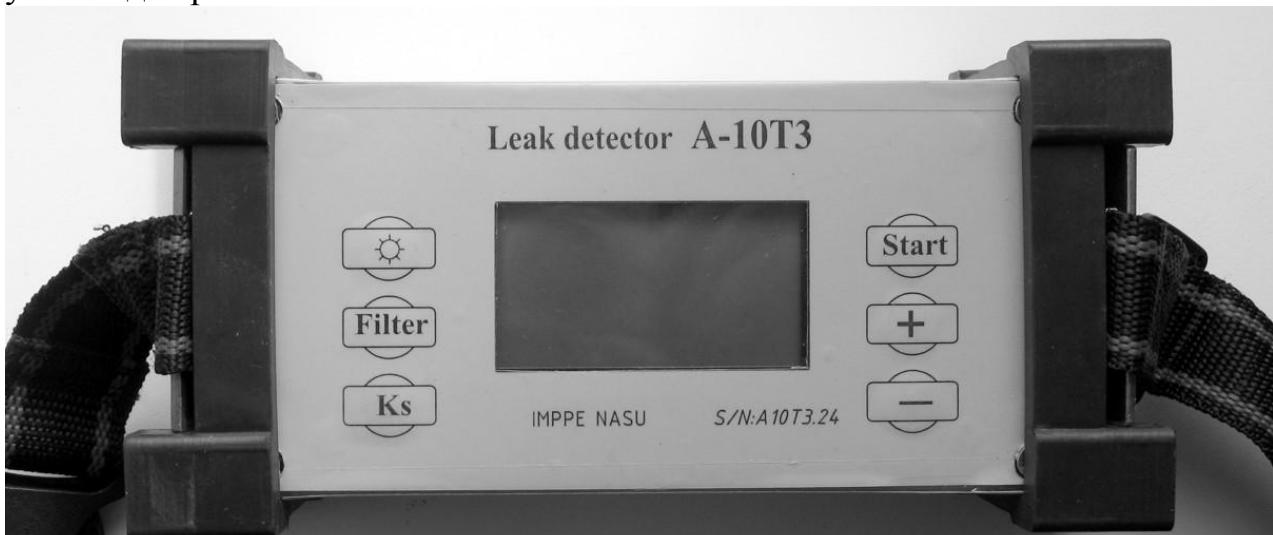

Рис.1. Блок оператора течеискателя А-10Т3
1.3.2. Конструкция блока оператора (БО) течеискателя А-10Т3 (рис.1) герметичная, используются 6-кнопочная клавиатура и два внешних разъема для подключения датчика (7 контактов), головных телефонов и зарядного устройства (4 контакта). Для отображения информации используется графический дисплей. Боковины корпуса течеискателя имеют мягкие резиновые буфера, предохраняющие корпус при любой ориентации. На боковинах имеются проушины для ремня.